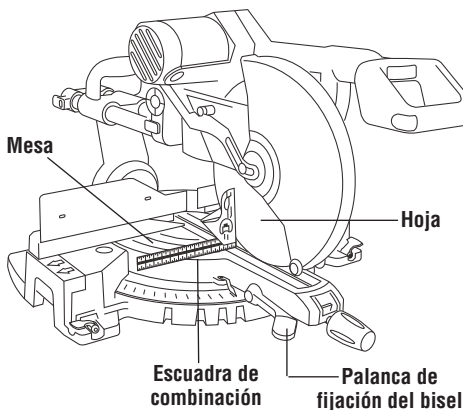

Figura 5. Hoja en ángulo recto con la mesa
Baje la hoja y acople el pasador de fijación. Use una escuadra de combinación para comprobar la perpendicularidad de la hoja respecto a la mesa. Coloque la escuadra sobre la mesa y presiónela contra la hoja. Si la hoja no hace contacto con toda la longitud de la escuadra (Figura 5), siga el procedimiento de alineación.
5. Coloque la escuadra de combinación sobre la mesa, apoyada contra el tope-guía (vea la Figura 5).
cabeza de la escuadra sobre la mesa y oprima su cara de 45° contra la hoja. Si la hoja no toca toda la cara de la escuadra (Figura 5), efectúe el procedimiento de alineamiento.